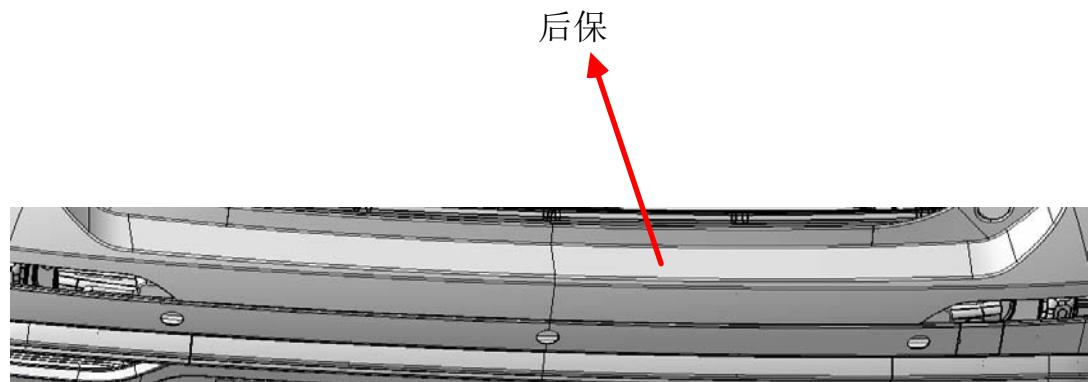

图 9
- 5.1 步骤 1 (图 9 所示) : 找到后背门天线的安装位置，在后保险杠正前方的钣金上;
- 3) 安装后保及其相关附件, 如图 9 所示;